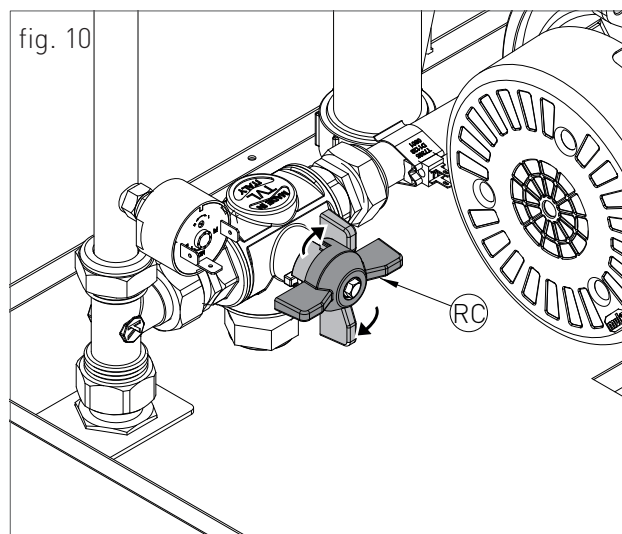

fig. 10
- › Régler la vanne à trois voies sur la position "recirculation", comme indiqué "RC" à la figure 10.